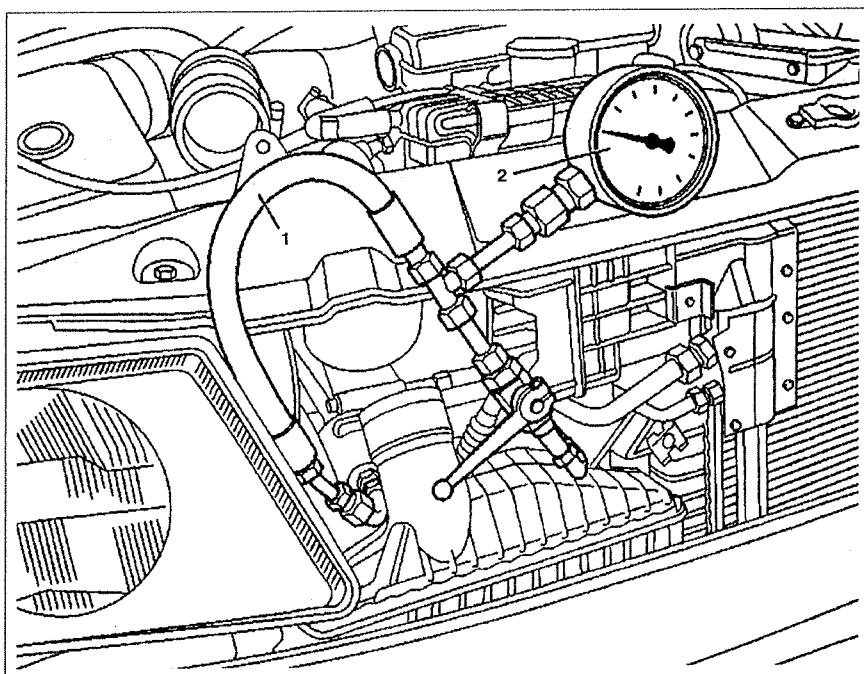

Рис. 8.7. Проверка давления в насосе усилителя рулевого управления:
4. Присоедините манометр 2 (см.рис.8.7).